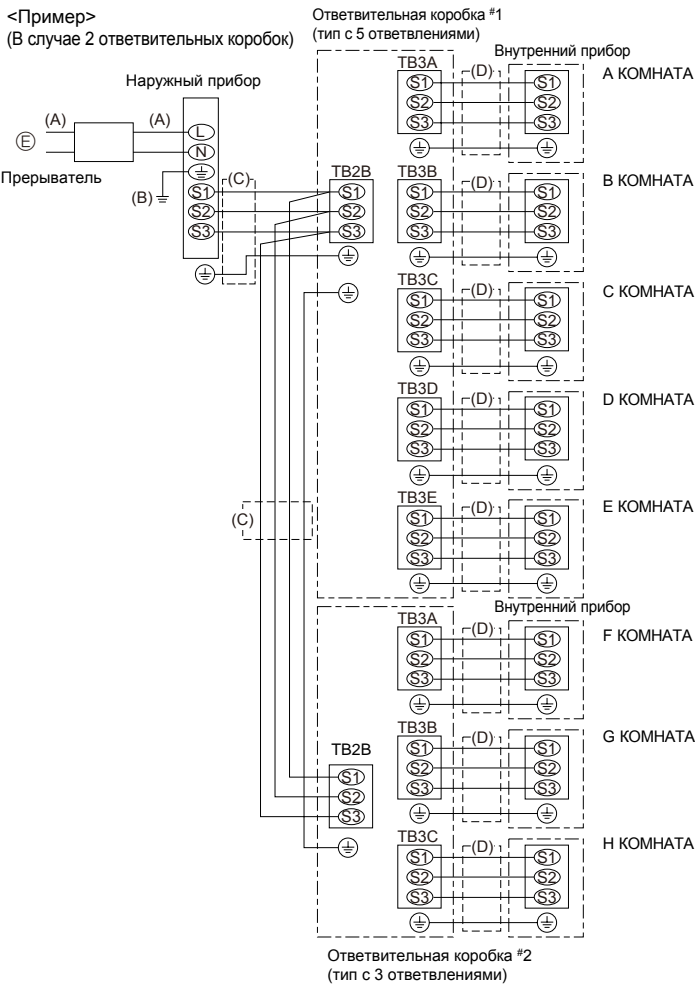

Fig. 9-5
9.2. Процедура подключения внешних проводов (Fig. 9-5)